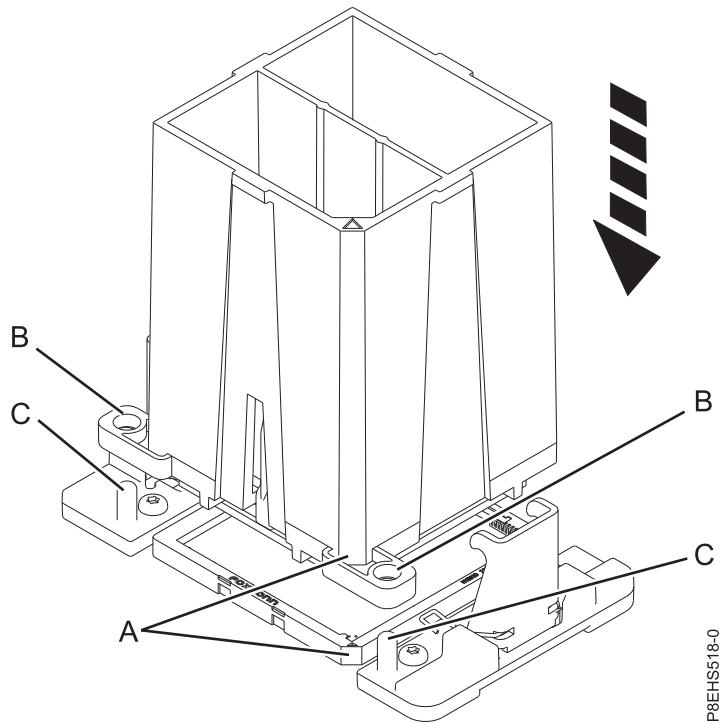

Figure 100. Installation du module processeur système
- b. Abaissez l'outil et le module processeur système sur le support. Alignez l'angle biseauté (A) de l'outil avec l'angle biseauté du support. Assurez-vous que les deux broches de guidage (C) s'insèrent dans les trous d'alignement (B) de chaque côté de l'outil. Prenez soin d'abaisser l'outil uniformément sans l'incliner. Voir figure 100, à la page 100.